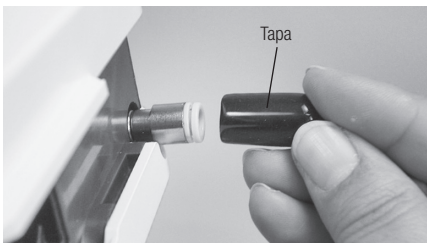

Fig.5
- 1) Retire la tapa del conector de agua del grifo. (Fig. 5)